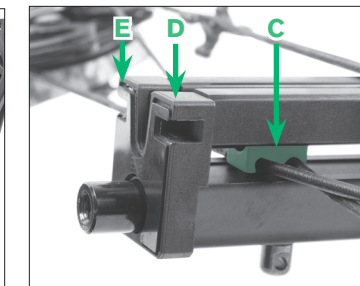

FIGURE 2
- Orientez ensuite l'ensemble de branches et de poignée (partie B) de façon que la corde d'arc (partie 3) soit appuyée sur le dessus du rail de lancement (partie 10) et que la glissière des câbles s'insère dans l'ouverture à l'extrémité du rail. Le côté de la glissière des câbles où se trouve la rainure doit être orienté vers le haut, l'ouverture la plus large étant orientée vers l'arrière de l'arbalète afin qu'il s'emboîte sans accroc dans l'ouverture du rail. Voir la figure 2.
- Glissez le couvercle de joint sur le rail jusqu'à ce qu'il soit complètement appuyé en orientant le coussinet en mousse du couvercle de joint vers l'extérieur, comme illustré à la figure 2.